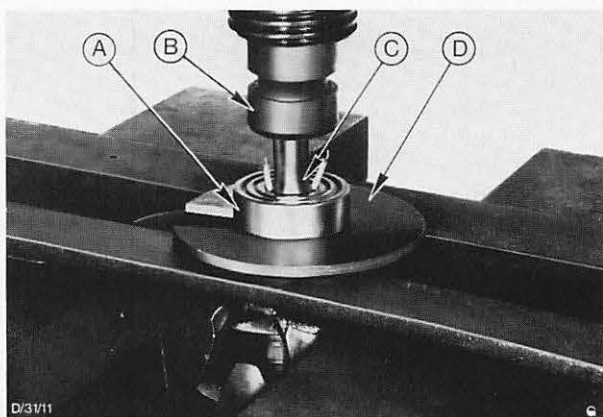

Abb. 17 Schleifringseitiges Lager abpressen
6. Schleifringseitiges Lager, A in Abb. 17, von der Läuferwelle abpressen.
Lager mit einer großen Scheibe, D in Abb. 17, abstützen. Die Scheibe muß einen Ausschnitt haben, um über die Läuferwelle geschoben zu werden.